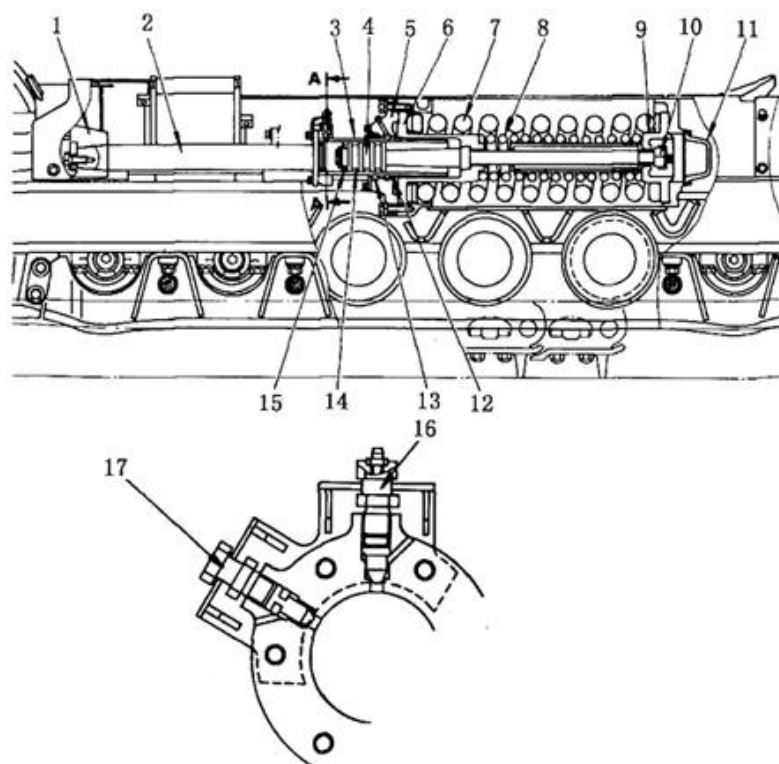

Рис. 5-47
1. Натяжной механизм гусеницы (см. Рис. 5-47)